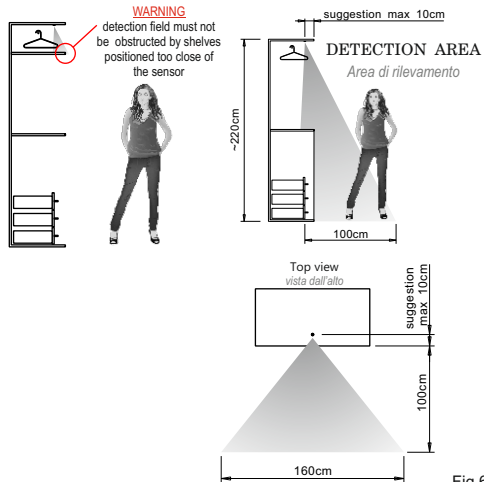

Fig.6
OPERATION (Fig.6):
The sensor detects changes in temperature combined with the movement of persons, animals and objects with a temperature of approximately 36°C within the radius of action, as shown in figure 6. The system remains in operation for the required time, after which, if no other movements are detected, it switches off automatically. The switch-off delay time can be selected by pressing the button (H) once until the signalling LED (I) flashes once for a 16 second delay (default selection), flashes twice for a 3 minute delay, or flashes 3 times for a 16 minute delay.
BETRIEB (Abb.6):
Der Sensor erfasst innerhalb seines Aktionsradius Temperaturänderungen, die durch die Bewegung von Personen, Tieren und Gegenständen mit einer Temperatur von etwa 36 °C entstehen, siehe Abbildung 6. Das System bleibt während der gewünschten Zeit in Betrieb. Werden dann keine weiteren Bewegungen wahrgenommen, schaltet es sich automatisch ab. Die Ausschaltverzögerung kann gewählt werden, indem die Taste (H) einmal gedrückt wird, bis die LED-Anzeige (I) 1 Blinksignal für 16 Sekunden Verzögerung (Standardeinstellung), 2 Blinksignale für 3 Minuten Verzögerung, 3 Blinksignale für 16 Minuten Verzögerung ausgibt.